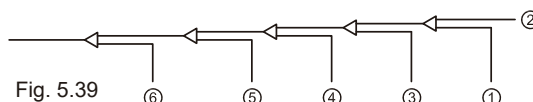

Fig. 5.39
8. Purgue las otras aperturas de la misma forma, trabajando en secuencia desde la unidad interior A hacia las unidades exteriores. Consulte la Fig. 5.39